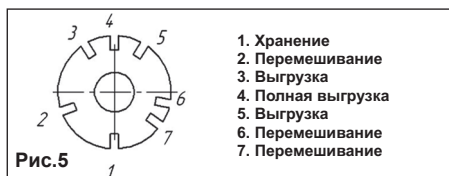

Рис.5
- ▶ Выставить ёмкость бетоносмесителя на выбранный угол (поз. 2, 6, 7 диска фиксатора, рис. 5).
- ▶ После перемешивания в течение 2–5 мин выгрузите смесь в поддон путём наклона ёмкости горловиной вниз (поз. 3, 4, 5 диска фиксатора, рис.5).